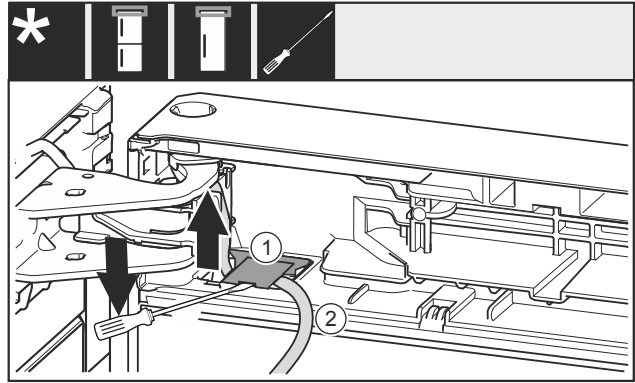

Fig. 15
- Avec un tournevis plat, soulever le cache Fig. 15 (1) et le retirer.
- Retirer le câble Fig. 15 (2).